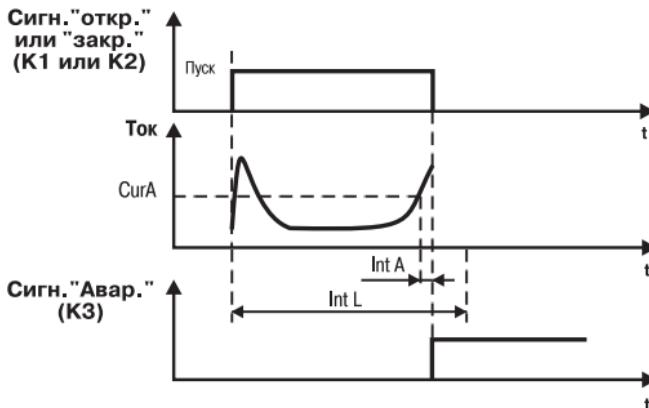

Рис. 8
- заклинивание вала электропривода произошло до достижения конечного положения – время хода, заданное в программируемом параметре **IntL**, еще не истекло, а в течение времени, определяемом значением параметра **IntA**, превышен ток защитного отключения (задается в параметре **CurA**); БУ воспринимает эту ситуацию как аварийную и выдает соответствующий сигнал (рис. 8);